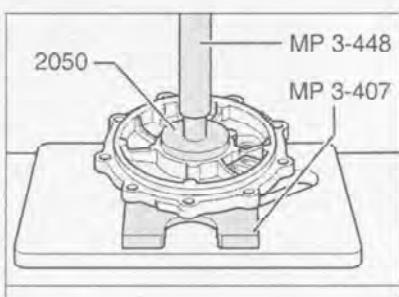

Рис. 7.140. Установка наружной обоймы роликоподшипника в крышке.
8. Запрессуйте внутреннюю обойму левого роликоподшипника с помощью специального инструмента (рис. 7.140). Перед установкой нагрейте подшипник до температуры 100°C.